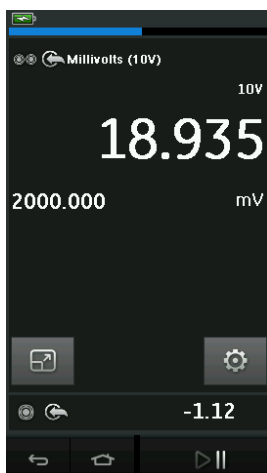

Figura 2-16: Janela de calibração – Vista expandida
- Figura 2-16 exibe uma vista expandida do canal selecionado e minimiza os canais restantes.